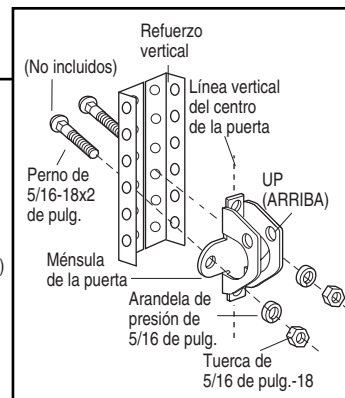

Figura 2B
- Como alternativa puede usar dos pernos de 5/16 de pulg. con arandelas de presión y tuercas (no incluidos). (Figura 2B)